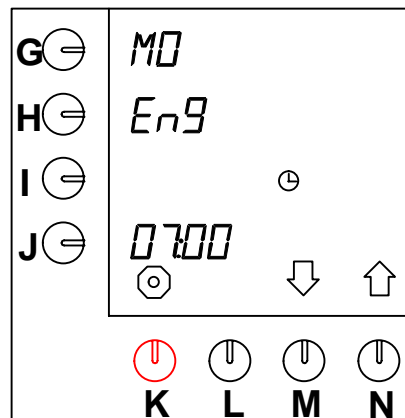

Fig. 42 Språkinställning
- Efter 10 sekunder visas standardinställningen "EnG" blinkande bredvid programmeringstangenten (fig. 42).